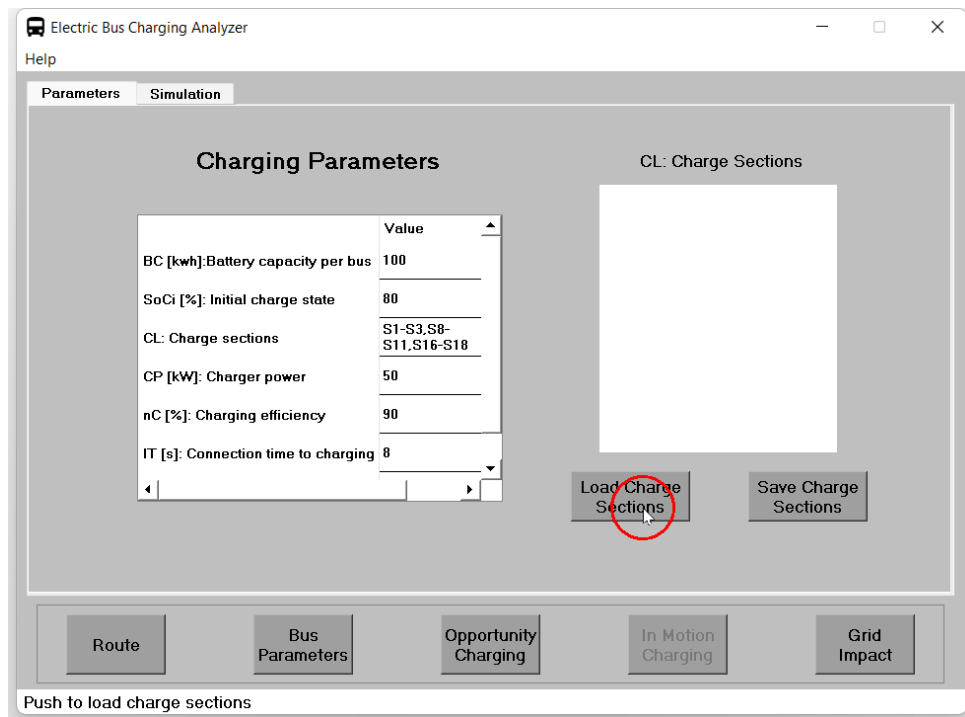

Figura 37: Cargar paradas para selección de posición de cargadores.
1. Se presiona el botón **Load Charge Sections** para cargar las opciones de selección de secciones electrificadas de la ruta (figura 37).